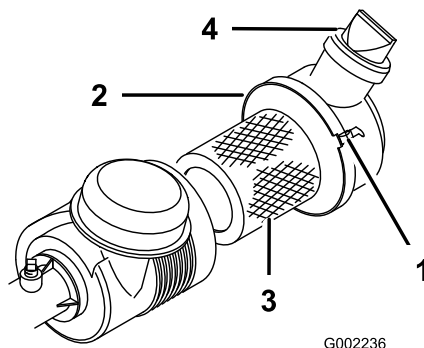

図 38
エアクリーナ本体にリーク原因となる傷がないか点検してください。本体とカバーがしっかり密着しているのを確認してください。破損したボディーは交換してください。また、使用ごとにバルブ(図 38)をひねって、ゴミを落としてください。フィルタの定期整備間隔は100運転時間です。
3. ストラップをゆるめてカバーとボディー(図 38)を分離する。
7. ストラップを固定する (図 38)。
4. カバーを取り付け、バルブを下にしてストラップで固定する (図 38)。